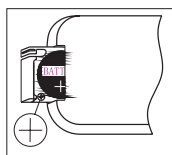

Рис. 2
2. Обратите на полярность батареи (см. рис. 2).
2. Устанавливать вытяжку следует над конфоркой. Рекомендованное расстояние между конфоркой и нижним краем вытяжки – минимум 300 мм (максимум 350 мм) (Рис. 2).